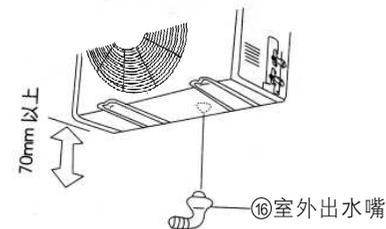

图33
- 2 请将机体在安装后, 按图33所示将附件⑯室外出水嘴安装在出水孔中, 再套上附件⑰室外出水管(另购), 使之朝向最合适的位置。